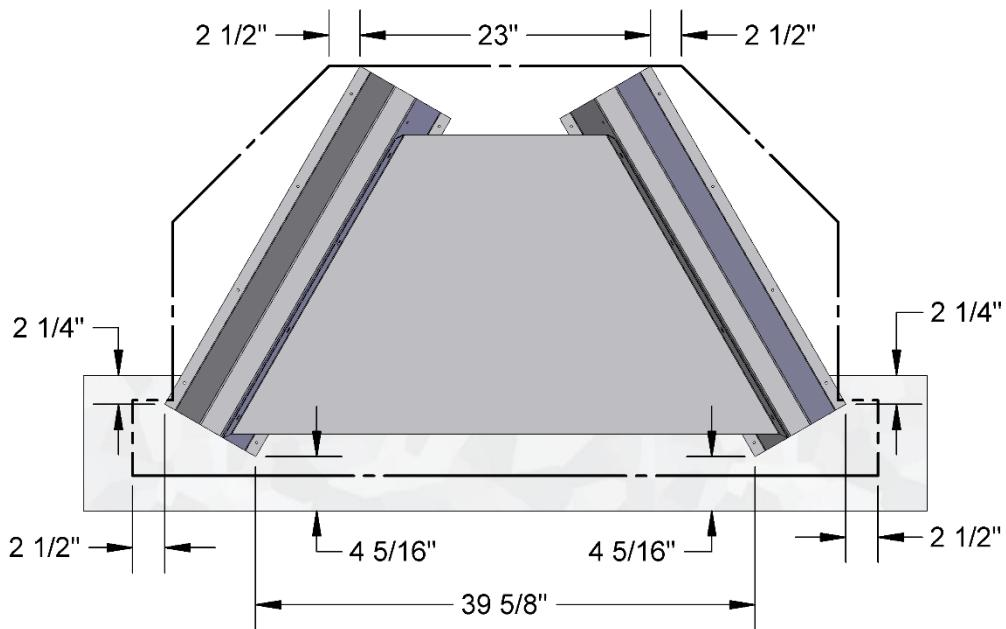

FIGURE 8 POSITIONNEMENT DE L'ESPACEUR INFÉRIEUR DU FOYER ET DE LA PLAQUE DE PROTECTION CONTRE LES ÉTINCELLES
3. Positionnez l'espaceur inférieur ainsi que la plaque de protection contre les étincelles sur le plancher. Utilisez la Figure 8 pour vous guider à bien positionner l'espaceur inférieur et la plaque de protection contre les étincelles en fonction de la silhouette du foyer entier, incluant les espaces à l'arrière et sur les côtés en angle.
5. Installez ensuite le foyer sur l'espaceur inférieur, en vous assurant que la base du foyer est alignée sur l'espaceur inférieur tel que montré à la Figure 8.
La position de la plaque de protection contre les étincelles, telle qu'indiqué dans la Figure 8, assure que celle-ci soit installée 2½" sous le prolongement de l'âtre et 2½" en dessous de la base du foyer, centré avec l'ouverture du foyer. La plaque de protection contre les étincelles est dimensionnée de façon à couvrir toute la région sous l'avant-marche en métal au-devant du foyer. Ceci empêchera toute étincelle de se coincer entre le foyer et le prolongement de l'âtre et d'être à l'origine d'un feu. Voir la section "Exigences du Prolongement de l'Âtre" à la page 24.